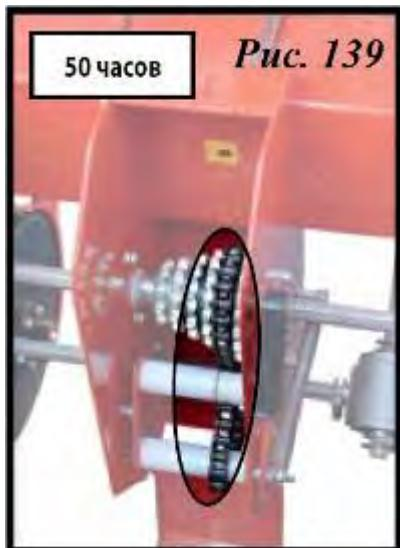

Рис. 139
- Цепи в цепной коробке передач (рис. 139).